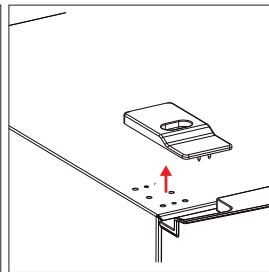

Fig. 7
- ▶ Løft skrueafdækningen af (fig. 7), og flyt den til den modsatte side over de fri borer. Sørg for, at skrueafdækningens to låsetapper er placeret foran og sidder fast i de forreste borer.